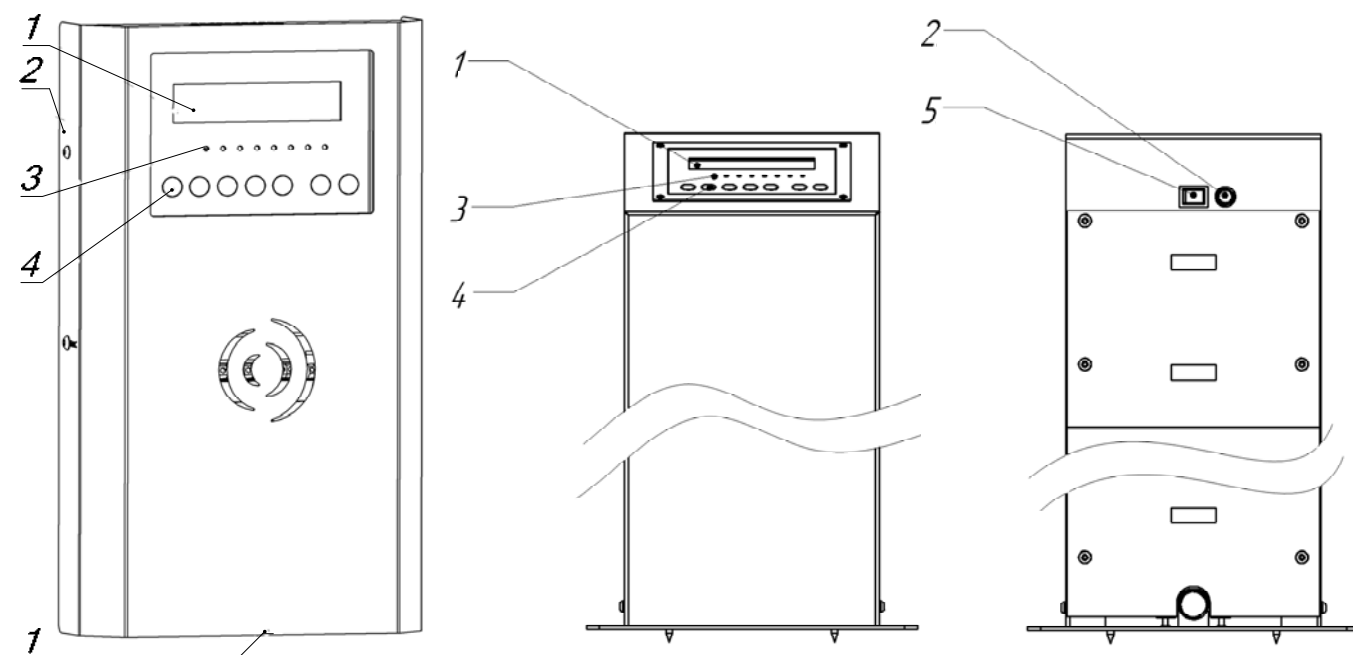

Рисунок 3. Контроллер управления
горелки (16) внутри выложена огнеупорным шамотом (18). Шамотные кирпичи фиксируются двумя нижними захватами (17) и верхними захватами (10). Для демонтажа верхних захватов необходимо отпустить винты (9). Съемный передний упор (19) необходим для облегчения очистки пространства под колосниками. Топливо подается из бункера шнеком (рисунок 3) и через гофрированный шланг сыпается в питатель (3). Гофрированный шланг выполняет противопожарную функцию – он изготовлен из легкоплавкого материала, при появлении обратной тяги и возгорании пеллеты в питателе шланг плавится и разрывает связь между горелкой и шнеком, предотвращая воспламенение топлива в бункере с пеллетой. Привод питателя (5) через тройник питателя подает топливо на колосники. Внутри горелки на тройнике питателя установлен аварийный термодатчик. Колосники делятся на подвижные и неподвижные. Подвижные (13) - 2, 4 и 6 ряд, всего 9 штук. Неподвижные трех типов: неподвижные колосники 3 и 5 ряда (8), неподвижные колосники нижнего ряда (14) и неподвижные колосники верхнего ряда (12). Колосники изготовлены из жаропрочной нержавеющей стали. Движение подвижных колосников (13) возвратно-поступательное, в горизонтальной плоскости вдоль продольной оси горелки. Они приводятся в движение линейным электрическим приводом (7). Под питателем находится вентилятор надува. Во время розжига зажигалка нагревает проходящий через нее воздух, который воспламеняет пеллету. Наличие и яркость пламени контролируется фотодатчиком (2). К коммутационной коробке (4) подключены электрические узлы горелки и контроллер управления. Для удобного доступа к зажигалке и другим узлам в корпусе горелки предусмотрены две крышки для обслуживания (6, 15). Всеми процессами работы горелки управляет контроллер ОХИ КП 02.01 (рисунок 3).
Контроллер управления выпускается в настенном корпусе (рисунок 3 слева) и в напольном корпусе в виде колонны (рисунок 3 в центре и справа). На контроллере управления расположена панель управления и индикации с жидкокристаллическим дисплеем (1), светодиодными индикаторами (3) и кнопками (4), а также выключатель питания (5). Держатель предохранителя (2) в настенном исполнении контроллера находится под его лицевой панелью.